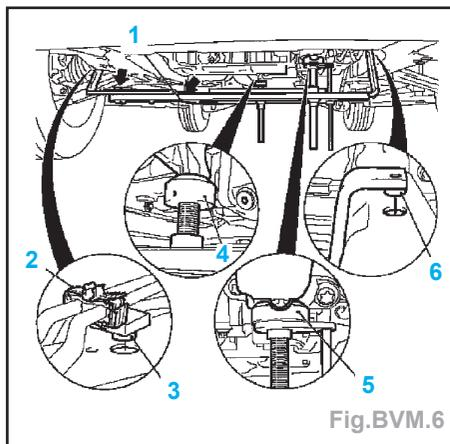

Fig.BVM.6
- Insérer l'outil **KM-6313** (1) dans le corps d'essieu avant (Fig.BVM.6).